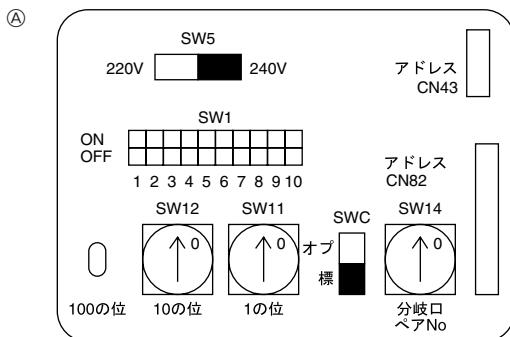

Fig. 4-4
- *1 Pase el cable de transmisión a tierra a través del terminal de tierra de la unidad exterior (I).
4.3. Configuración de las direcciones (Fig. 4-4)